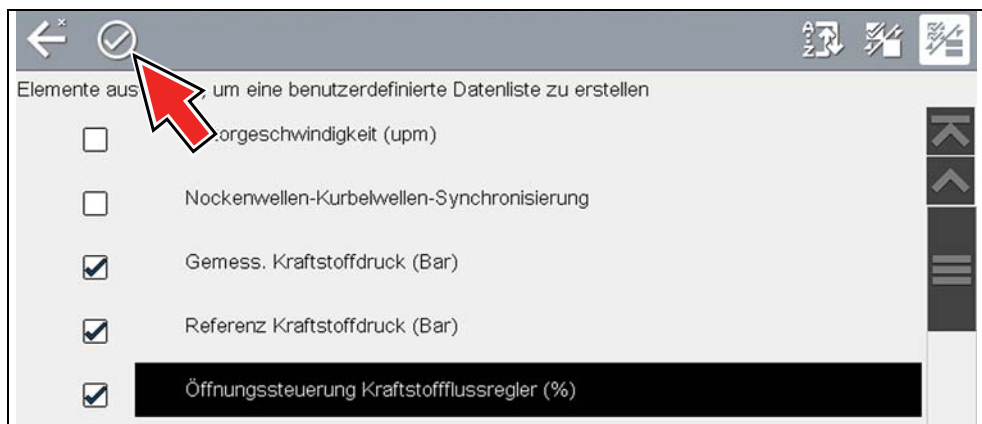

Abbildung 4-18
- Erstellen Sie eine benutzerdefinierte Datenliste, indem Sie die Parameter auswählen (Kontrollkästchen), die einbezogen werden sollen (Abbildung 4-18).
- Wählen Sie zum Erstellen und Anzeigen der benutzerdefinierten Liste das Symbol **Annehmen** (Abbildung 4-18).